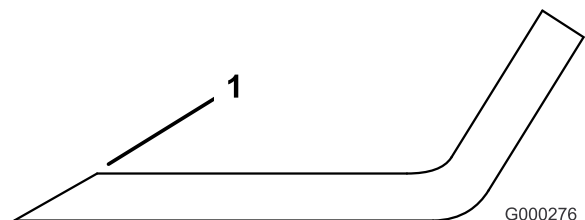

Bild 100
1. Schärfen Sie die Schnittkante an beiden Enden des Schnittmessers mit einer Feile (Bild 100). Behalten Sie den ursprünglichen Winkel bei. Das Schnittmesser behält seine Auswuchtung bei, wenn von beiden Schnittkanten die gleiche Materialmenge entfernt wird.